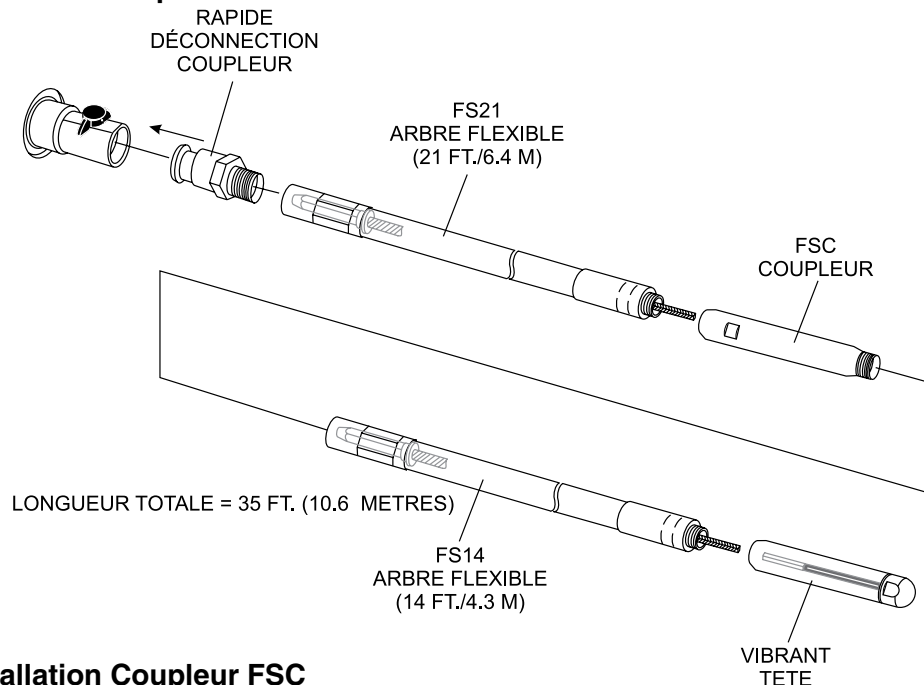

Figure 5. Connexion Coupleur QD
1. Installer le coupleur arbre FSC comme indiqué dans la Figure 5.